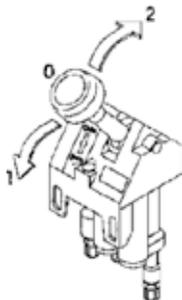

Рис. 7 Джойстик борта HYDROBORD
6. Установить рычаг пневматического джойстика в позицию подъёма „1” (рис. 7). Это приведёт к тому, что гидравлическое масло будет нагнетаться в сервомотор, в результате произойдёт его выдвижение. Скорость поднятия может быть увеличена путём увеличения скорости вращения двигателя (запрещается превышать максимально допустимую скорость, которая составляет около 1000 об./мин). Выдвижение сервомотора до конца на большой скорости может привести к повреждению сервомотора.
8. В случае самосвала с системой HYDROBORD для открытия бокового борта необходимо использовать пневматический джойстик (рис. 7). Конструкция гидравлического механизма, использующегося в системе HYDROBORD, обеспечивает одновременное открытие «гидравлического» борта и поднятие грузового кузова. Необходимо при разгрузке на стороны «гидравлического» борта убедиться, что при поднятии кузова борт не касается колёс автомобиля.
9. По окончании выгрузки необходимо закрыть «гидравлический» борт, установив рычаг пневматического джойстика в закрытое положение „2” (рис. 7).